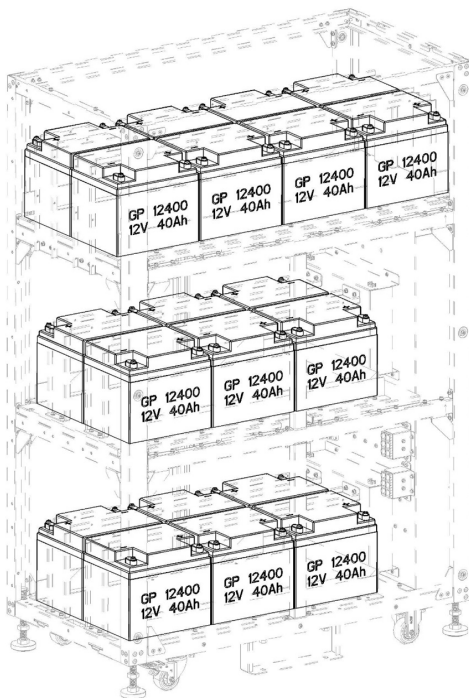

Figure 5-39
9. Réinstaller les plaques et les vis de rétention des batteries de la couche 3 (Figure 5-39).